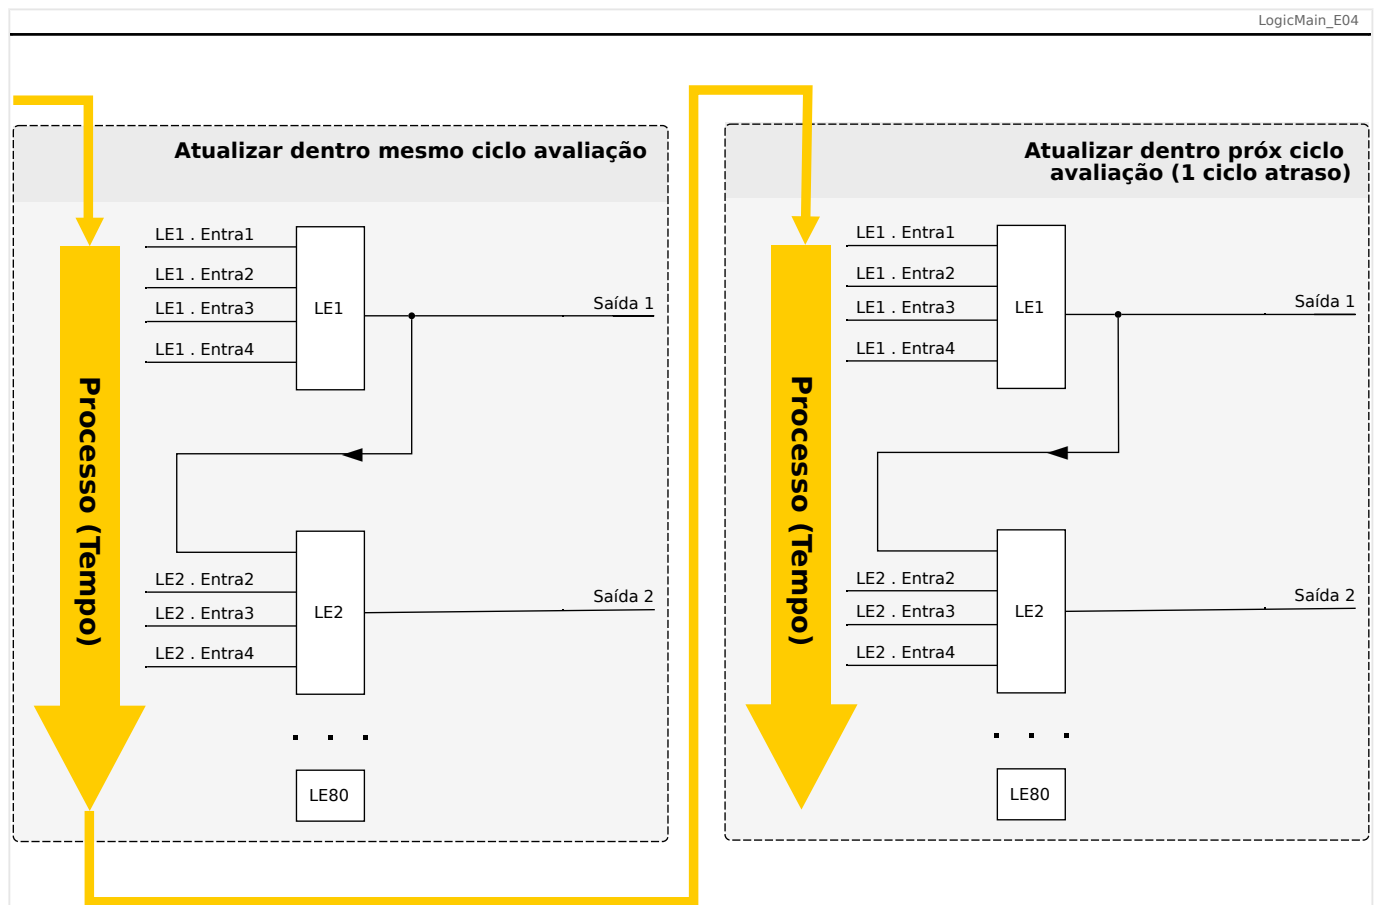
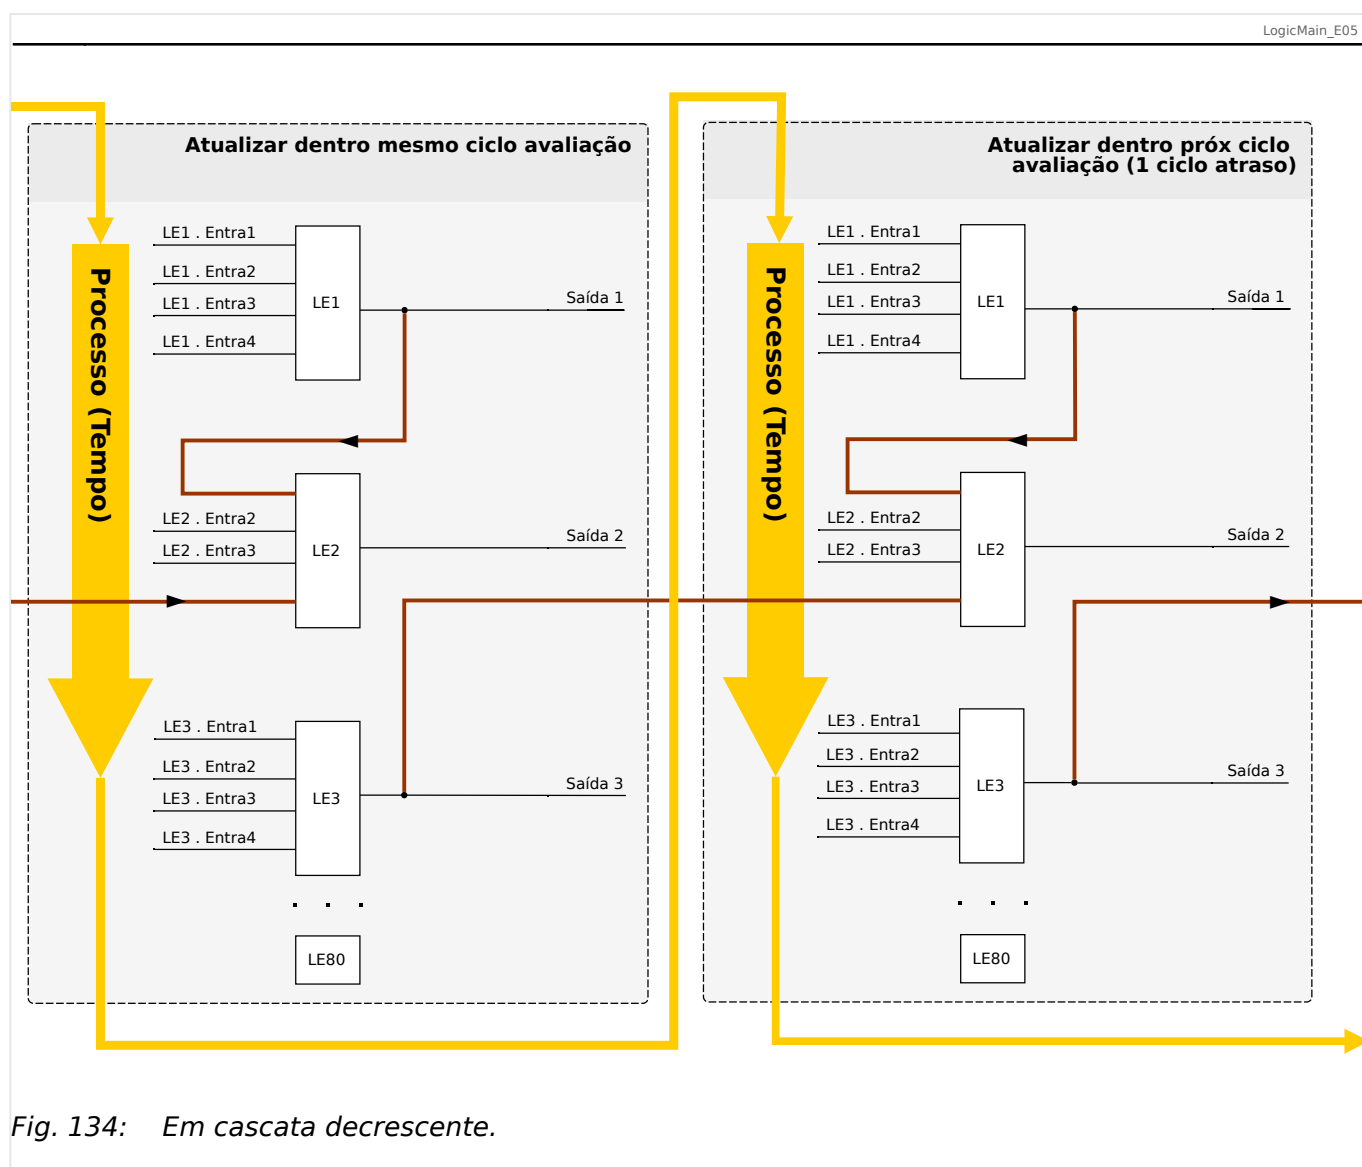

Fig. 133: Em cascata crescente.
Fig. 134: Em cascata decrescente.
- Sequência **ascendente** significa que alguma saída é alimentada na entrada de uma equação lógica com o número **mais alto**. Por exemplo, o diagrama  Fig. 133 abaixo mostra um exemplo em que o resultado da Equação Lógica LE1 é usado como uma entrada da Equação Lógica LE2.
- Sequência **descendente** significa que alguma saída é alimentada na entrada de uma equação lógica com o número **mais baixo**. Por exemplo, o diagrama  Fig. 134 mostra um exemplo em que o resultado da Equação Lógica LE3 é usado como uma entrada da Equação Lógica LE2.
Tanto a sequência ascendente como a descendente podem ser usadas e combinadas entre si, sem diferença imediata. Contudo, devido à avaliação de todas as equações em ordem ascendente, os valores de tempo de execução reais que são alimentados na entrada de uma equação terão uma “idade” diferente, como mostrado em  Fig. 133 e  Fig. 134 abaixo.
No exemplo mostrado em Fig. 134 acima, a “Equação Lógica 2” usa os estados de saída de duas outras equações, “Equação Lógica 1” e “Equação Lógica 3”. O resultado da “Equação Lógica 1” é usado em ordem ascendente e, portanto, foi avaliado dentro do mesmo ciclo do processo. O resultado da “Equação Lógica 3” é usado em ordem descendente e, portanto, foi avaliado dentro do ciclo de processo anterior.